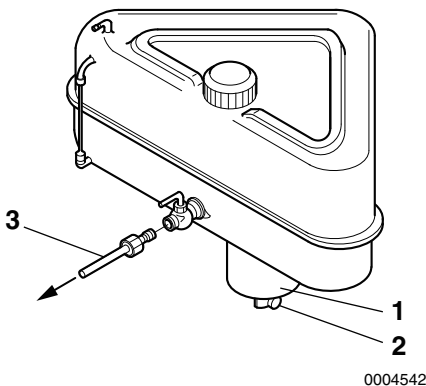

Figura 2
Installare un rubinetto di scarico (**Figura 2, (2)**) nella parte inferiore del serbatoio del combustibile per rimuovere acqua e contaminanti dalla camera di sedimentazione (**Figura 2, (1)**).